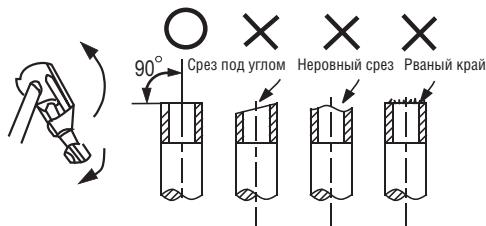

Рис. 7-1
- Обрежьте трубу труборезом (см. рис. 7-1).